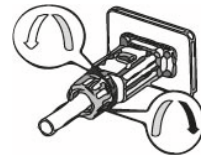

Fig. 13: Strângerea piuliței
- INDICAȚIE: Conectorul CA este conectat fix, dacă acesta se fixează în poziție cu zgomot specific.** (Fig. 13.)